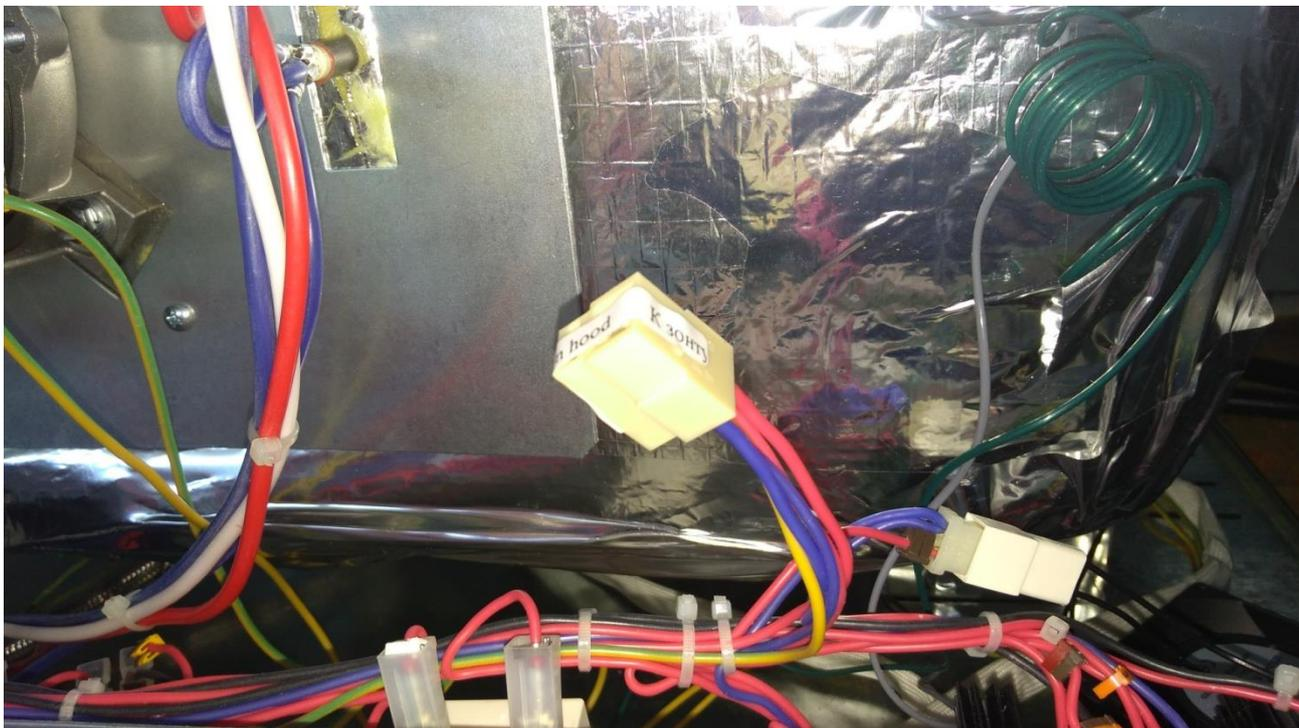

Рис. 3 - Место подключения шнура питания зонта к колодке 45 7373 9005 печи.
- коричневый (красный), синий и желто-зеленый провода шнура питания зонта с наконечниками (ШЗ) установить в колодку 45.7373.9006 из комплекта, при этом соблюдая цветовое соответствие проводов шнура питания в колодке 45.7373.9006 проводам колодки 45.7373.9005 печи (Рис. 3) (желто-зеленый провод шнура питания должен соединяться с желто-зеленым проводом печи, синий провод шнура питания с синим проводом печи и т.д.);